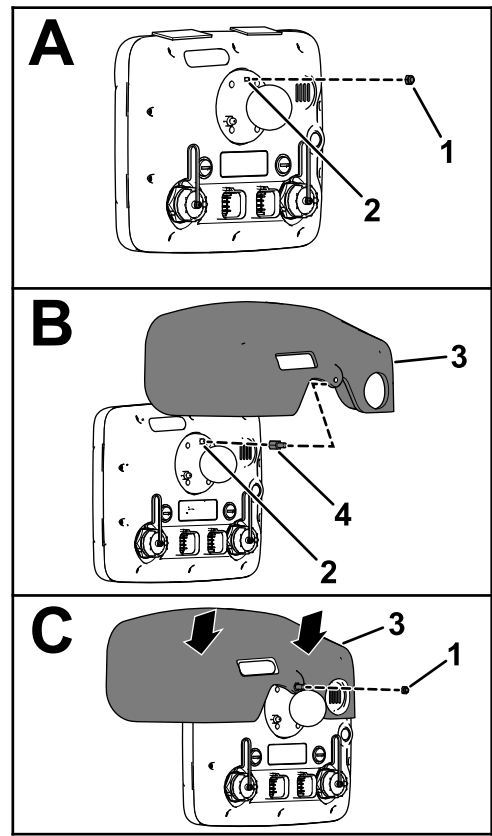

图4
1. 在打药机监控器的背面让 2 个接头 26 针向下对齐从球形枢轴接头的双头螺栓上卸下顶部锁紧螺母 5mm 图 4 中的 A。
3. 将螺纹隔离柱旋回球形枢轴接头的双头螺栓 图4 中的 B 上紧隔离柱扭矩至 250N·cm。
6. 将显示器罩上的孔与螺纹隔离柱的螺栓部分对齐 图4。
7. 使用之前在步骤 1 中卸下的锁紧螺母 5mm 将显示器罩安装到监控器上 图4 中的 C。